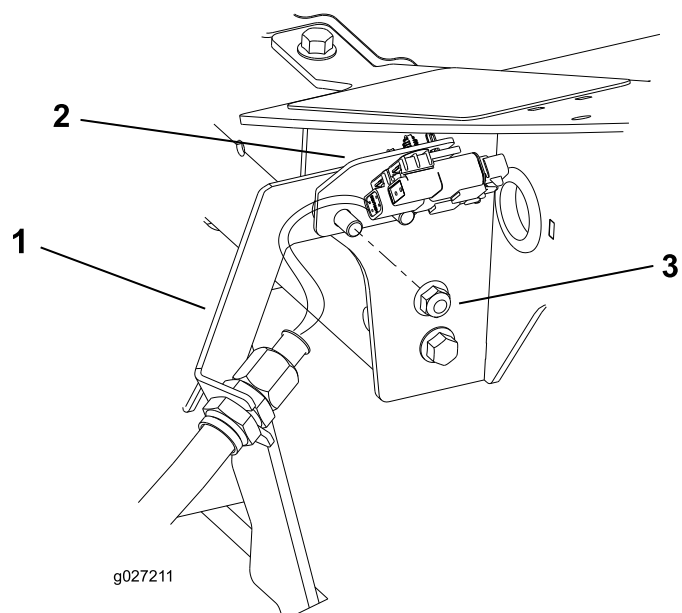

Figuur 2
6. Herhaal de procedure voor de resterende (4) tussenschotlocaties zoals getoond in Figuur 2 tot Figuur 5.